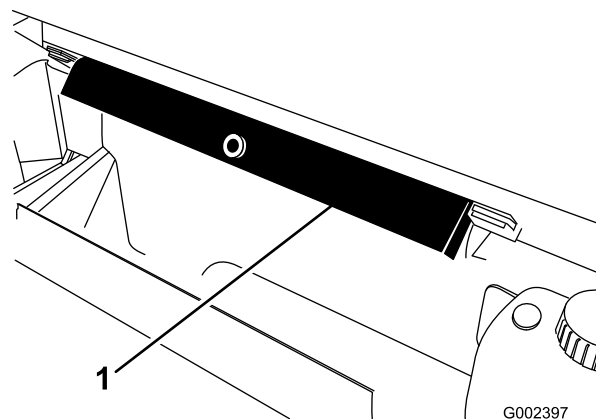

Figura 37
2. Retire o suporte da plataforma dos suportes existentes na parte de trás do painel do sistema ROPS (Figura 37).